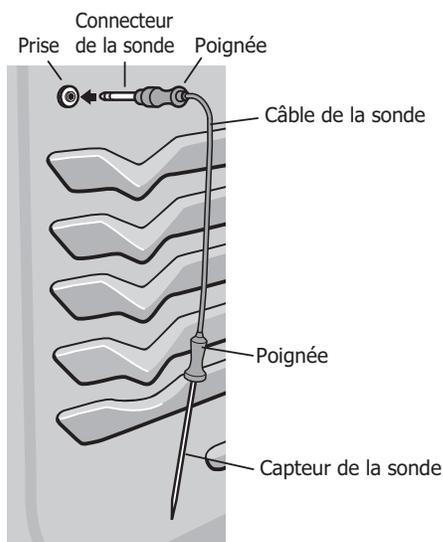

Figure 27 : Utilisation de la sonde
N'utilisez pas d'ustensiles de cuisine pour tirer sur le câble ou les poignées de la sonde. En tout temps, insérez et retirez la sonde à l'aide de ses poignées (voir figure 27) et utilisez toujours des maniques pour vous protéger les mains contre les brûlures.
2. Branchez le connecteur de la sonde dans la prise située à l'intérieur du four (assurez-vous que le four est froid). La prise de la sonde est située dans le coin supérieur gauche de la paroi interne de la cavité du four (voir figure 27).